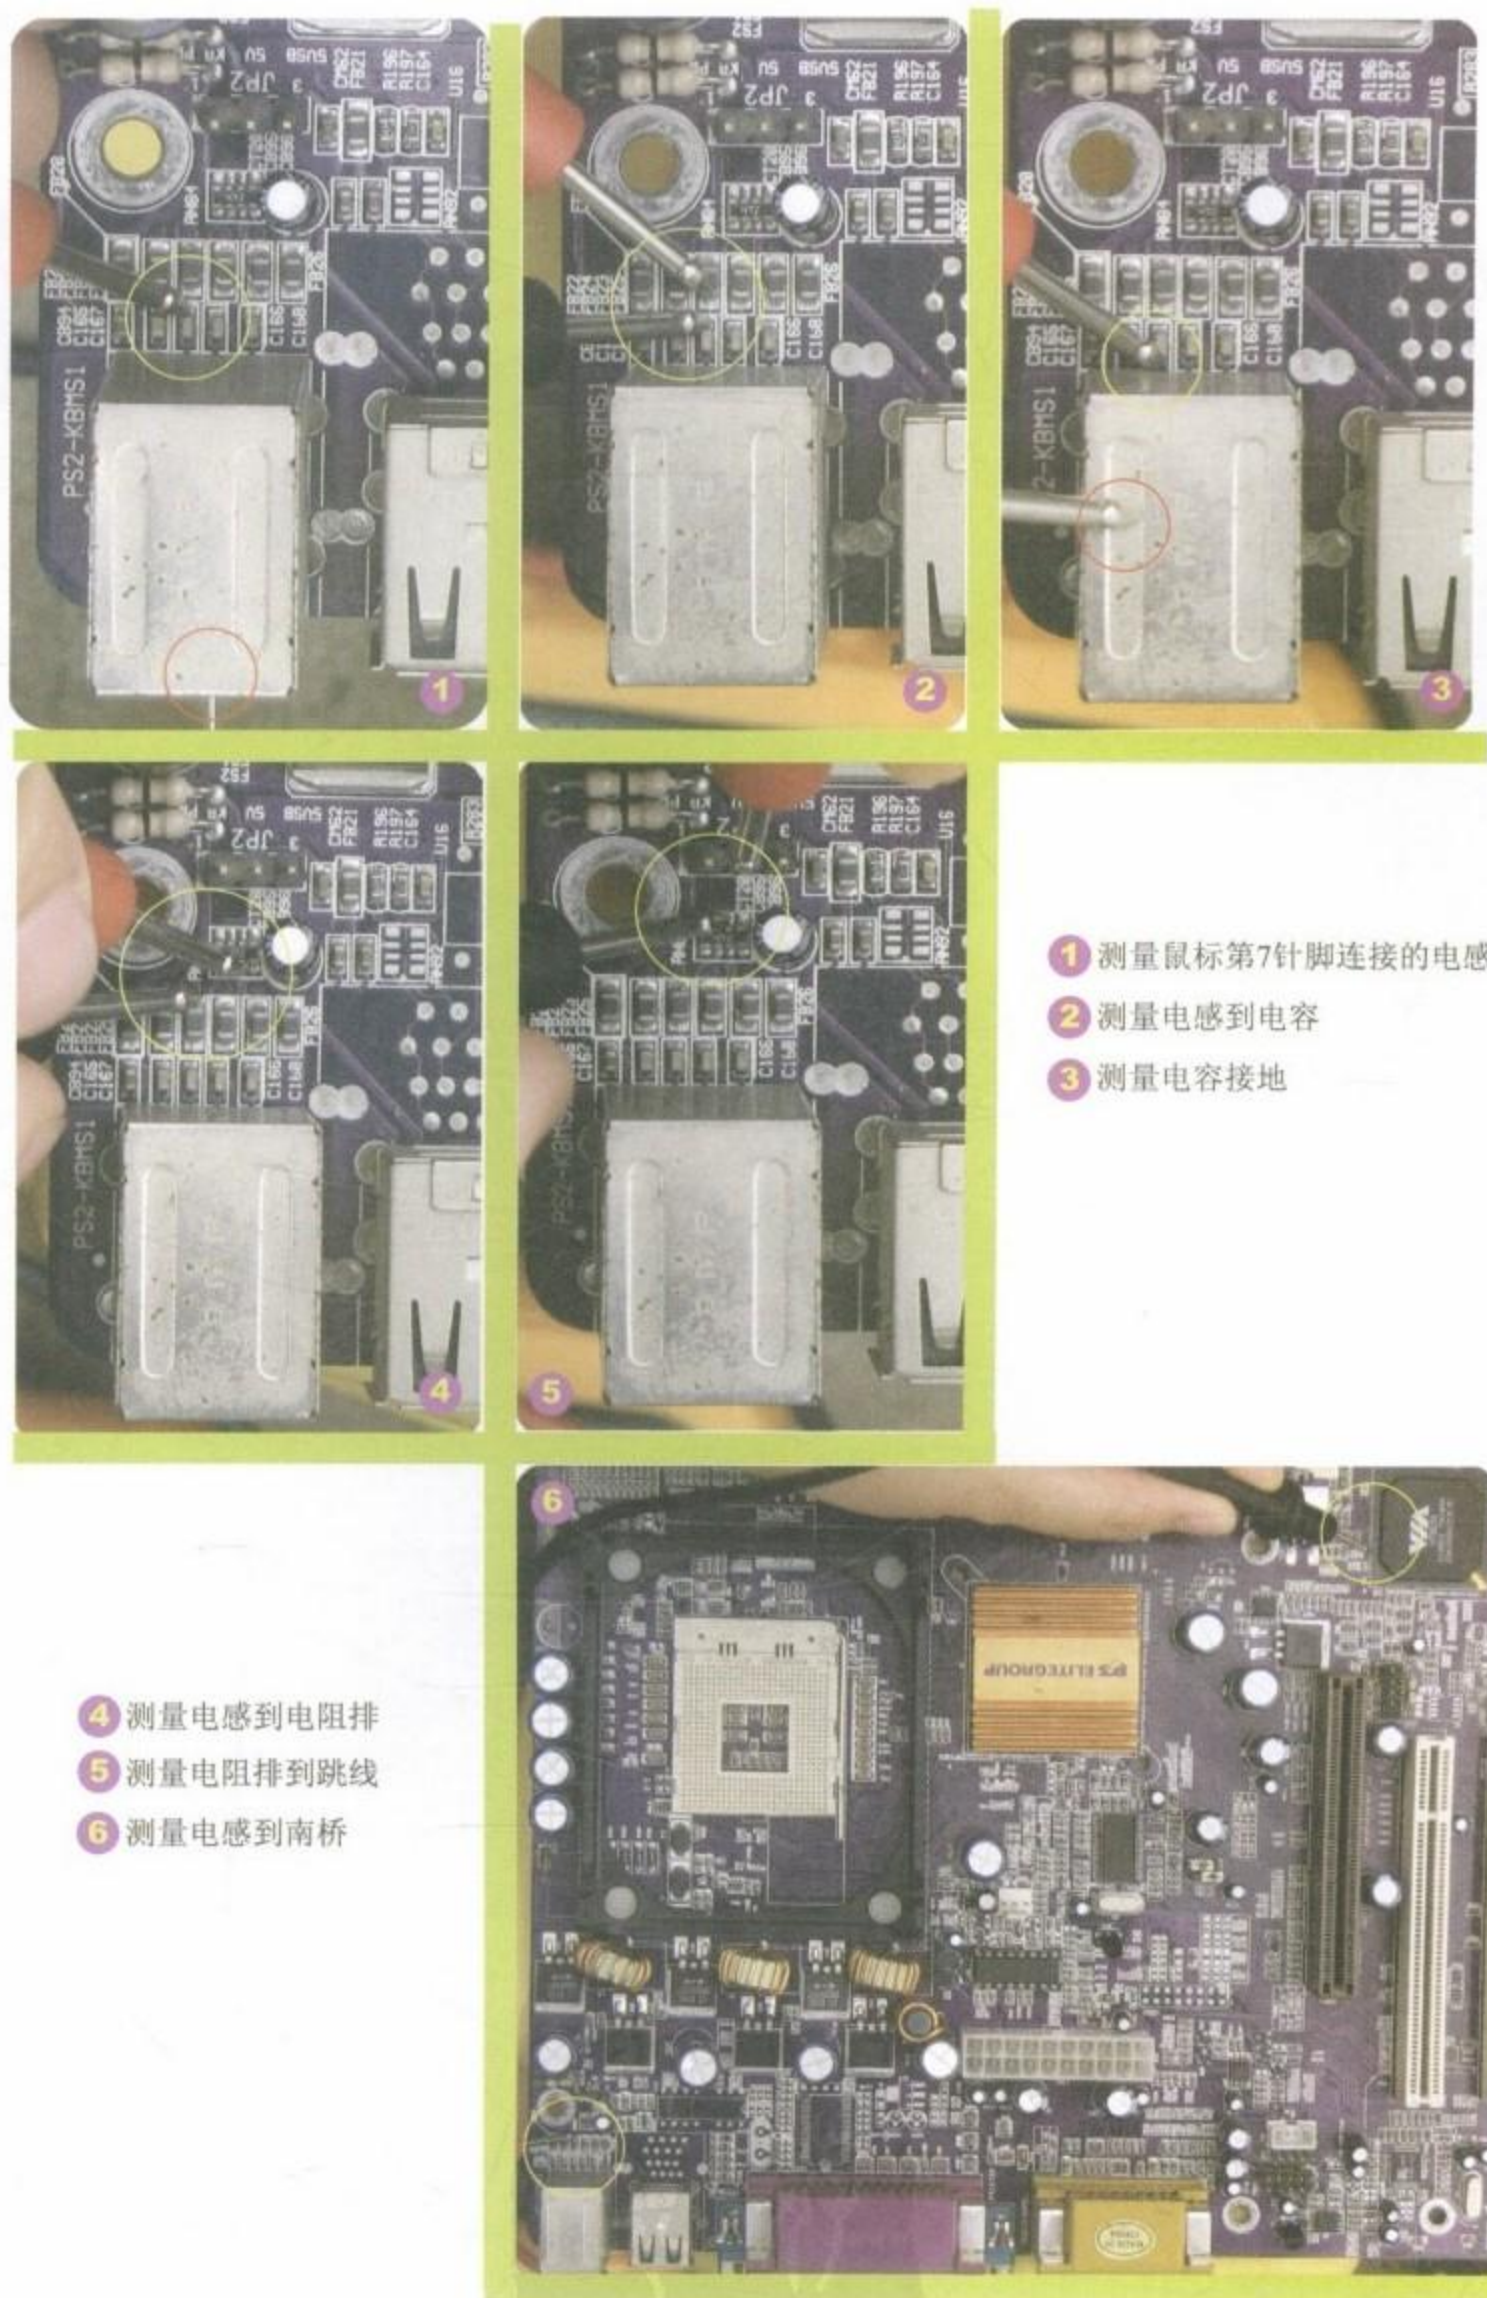

图5-37 测量鼠标接口第7针脚的线路
Step 06 以鼠标接口为例，测量键盘、鼠标接口的第7脚连接的电感、电容、排阻，以及到南桥的线路，如图5-37所示。